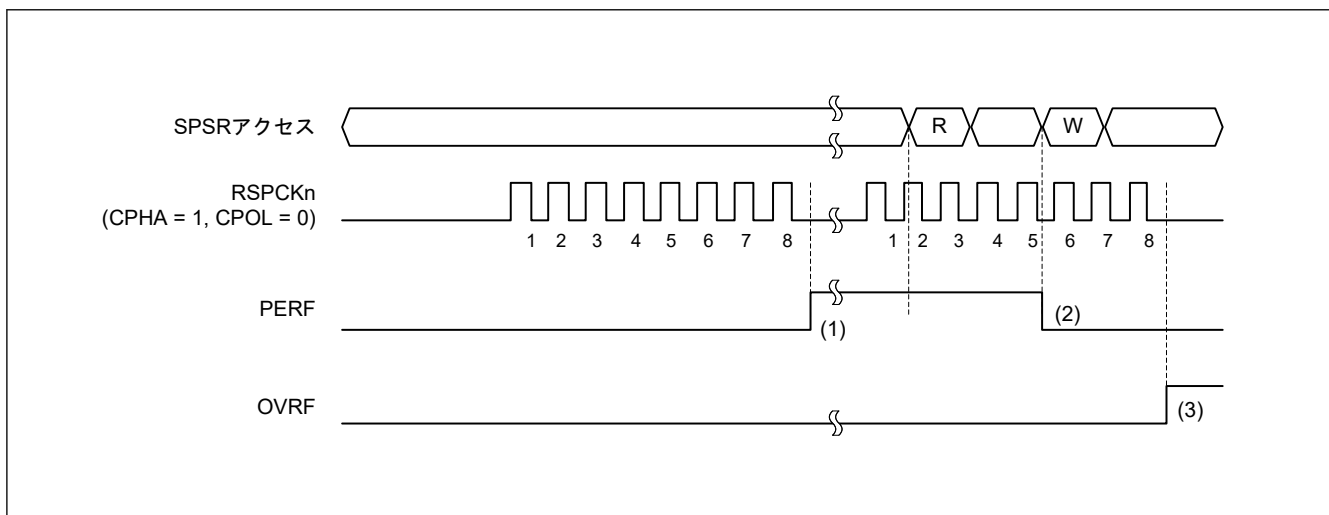

図 32.42 OVRF フラグおよび PERF フラグの動作例
図 32.42 に、OVRF フラグと PERF フラグの動作例を示します。図 32.42 に記載の SPSR アクセスは、SPSR レジスタへのアクセス状況を示しています。W は書き込みサイクル、R は読み出しサイクルを示しています。この例では、SPCR.TXMD ビットが 0、SPCR2.SPPE ビットが 1 の状態で全二重同期式シリアル通信を行います。SPCMDm.CPHA ビットが 1、SPCMDm.CPOL ビットが 0 の設定で、SPI が 8 ビットのシリアル転送を実行しています。RSPCKn 波形の下に記載した数字は、RSPCK サイクル数 (= 転送ビット数) を示しています。
以下に、図 32.42 の (1)~(3) に示したタイミングでのフラグの動作内容を説明します。